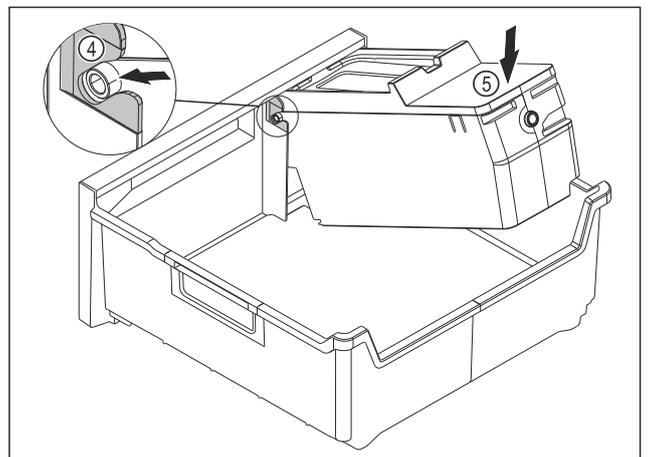

Fig. 81
- ▶ 安装 EasyTwist-Ice 机身：将 EasyTwist-Ice 机身的轴推入到导向装置 Fig. 81 (4)中。
- ▶ 朝下按压 EasyTwist-Ice 机身 Fig. 81 (5)后部。